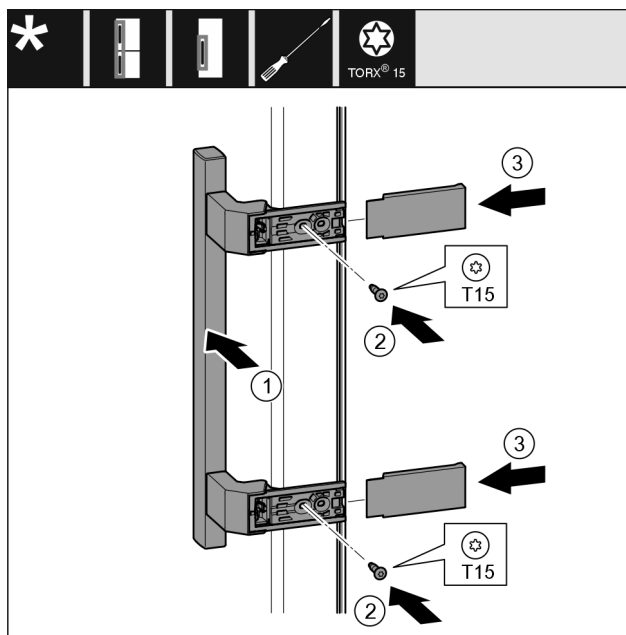

Fig. 20
- ▶ Placer la poignée Fig. 20 (1) du côté opposé.
- ▶ Serrer les vis Fig. 20 (2) avec un tournevis.
- ▶ Placer les caches Fig. 20 (3) sur le côté et les faire glisser.